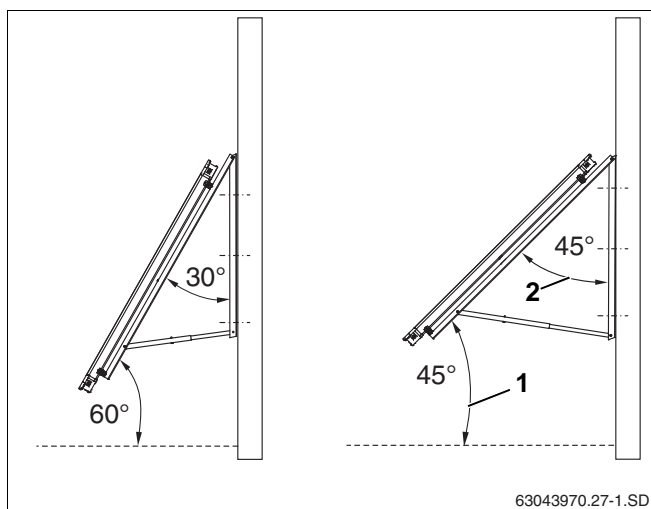

Fig. 10 Solfangerens hældningsvinkel på facade
- ▶ Solfangerens hældningsvinkel (fig. 10, **pos. 1**) i forhold til vandret skal være mellem 45° og 60° (eller solfangerens hældningsvinkel fig. 10, **pos. 2** skal være mellem 30° og 45°).